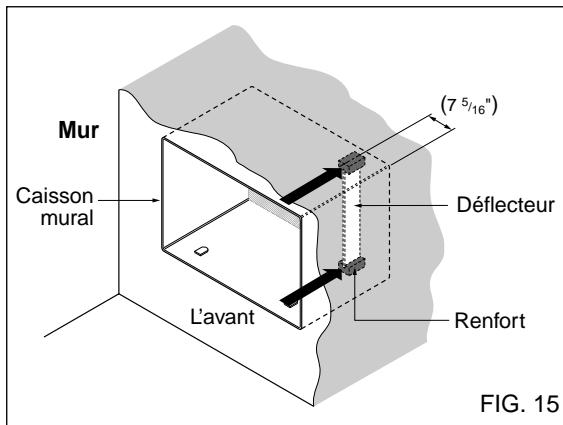

FIG. 15
- 7** Ôtez la protection des renforts et collez-les à l'intérieur du caisson mural, comme le montre Fig 15. Insérez le déflecteur dans la rainure des renforts.